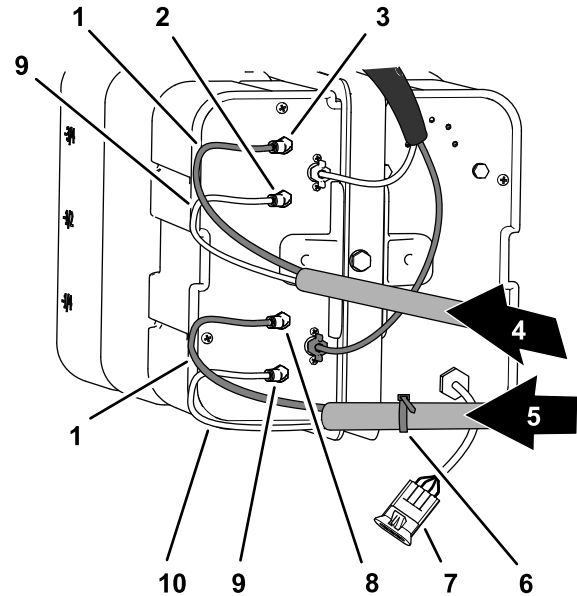

Bild 16
1. Befestigen Sie an der Anschlussplatte des Kompressors für den Schaummarkierer einen Kabelbinder um den durchsichtigen und blauen Schlauch für den rechten Sprühabschnitt (Bild 16).